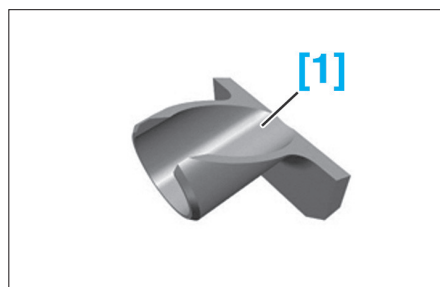

FIG. 14
- [1]. Outil pour dégraffer la liaison rotule du pédalier sur le servofrein (réf : 0818) (Fig.14).